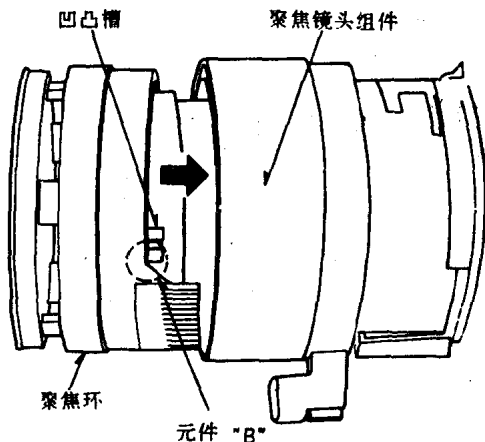

图 T10
(15) 按图 T10 所示安装聚焦环,以使聚焦环上部件“B”投到聚焦镜组件上的凹凸槽。